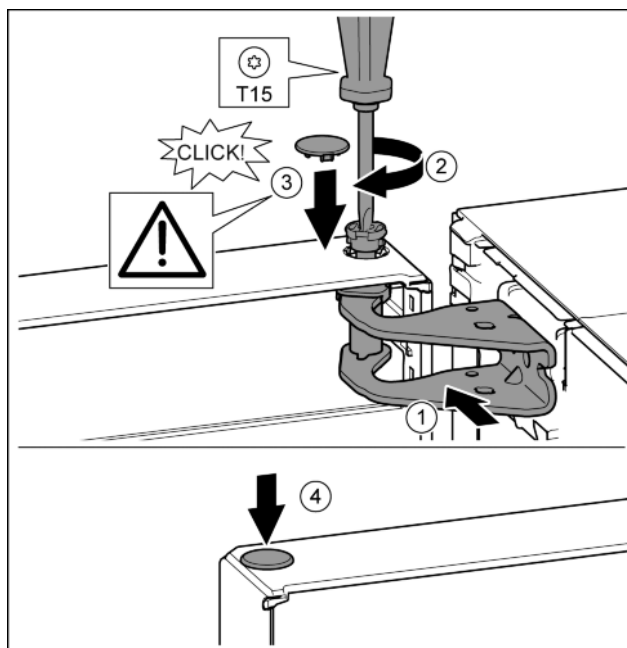

Fig. 17
- ▶ Вирівняйте дверцята зверху по отвору в опорному кронштейні. Fig. 17 (1)
- ▶ Вставте палець та закрутіть за допомогою викрутки T15. Fig. 17 (2)
- ▶ Встановіть захисну кришку для захисту дверцят: вставте захисну кришку і проконтролюйте, щоб вона прилягала до дверцят. Якщо це не так, повністю вставте палець. Fig. 17 (3)
- ▶ Вставте пробку. Fig. 17 (4)